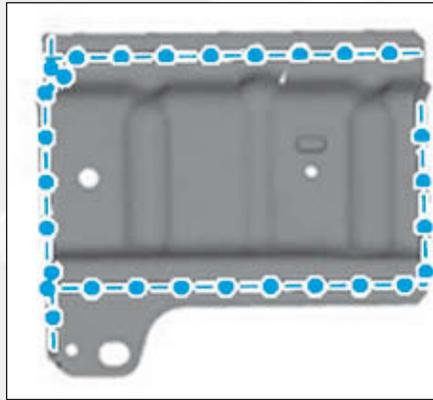

FIG.27
- les zones d'accostages sur la pièce neuve (Fig.27),